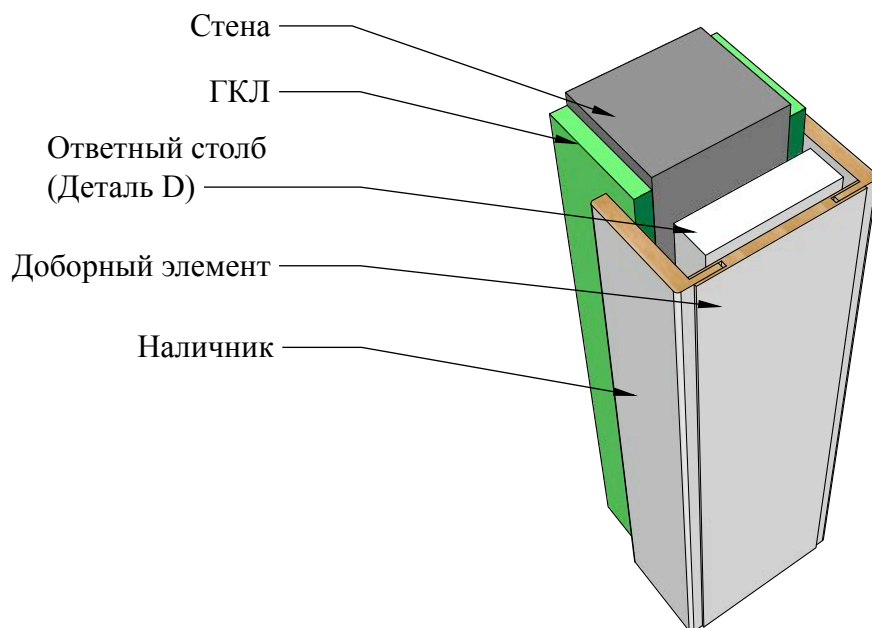

Рисунок 28
1. Если ширина доборного элемента позволяет перекрыть ширину встречного столба (деталь D) + 2 толщины гипсокартона (Рис. 28).